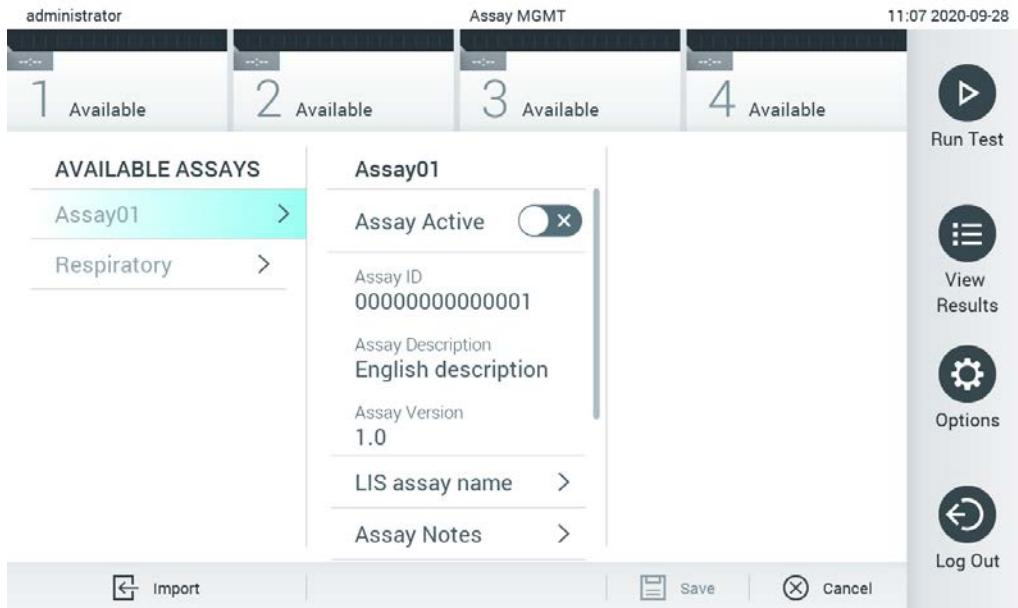

Рис. 66. Экран «Assay Management» (Управление тест-системами).
2. Чтобы импортировать на QIAstat-Dx Analyzer 1.0 новую тест-систему (новые тест-системы), нажмите кнопку **Options** (Опции), а затем — кнопку **Assay Management** (Управление тест-системами). В области содержимого на дисплее отобразится экран **Assay Management** (Управление тест-системами) (рис. 66, следующая страница).